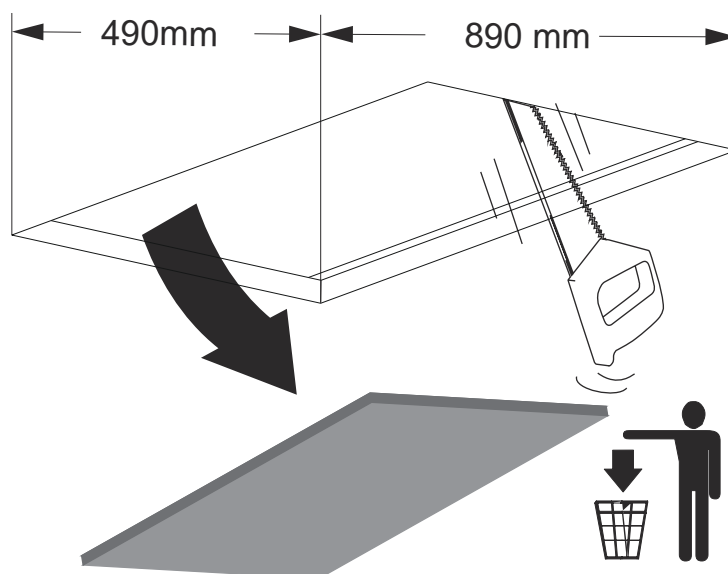
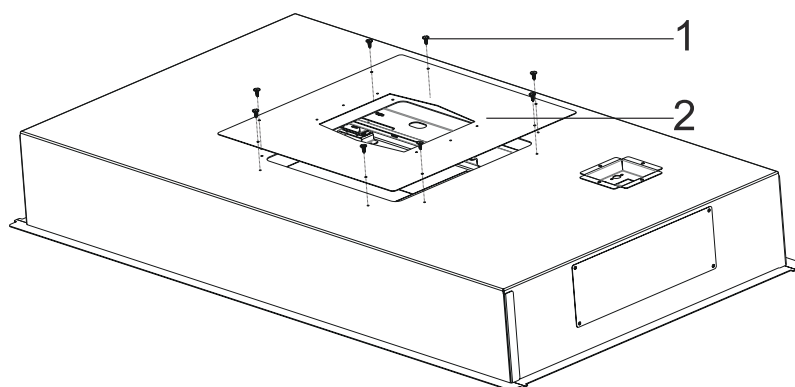

Fig. 18
Fig. 27
**1.** Taket eller materialet där fläkten ska monteras måste skäras till enligt angivna mått (Fig.18).
**10.** ➔ Placera täckplattan med utsugshålet ovanpå fläkten och fäst den med 3,5 x 9,5 skruvar (Fig.27).
**16.** ► Installera produkten enligt tidigare instruktioner (Fig.18/Fig. 27).